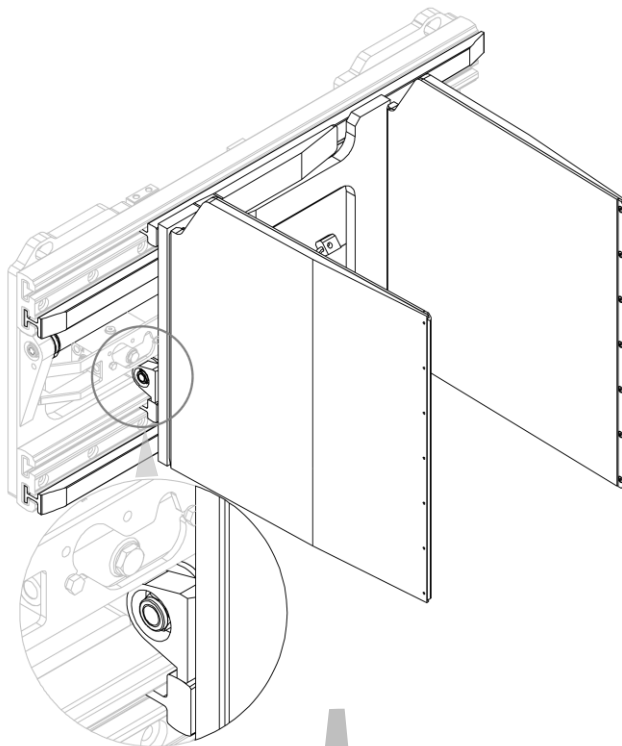
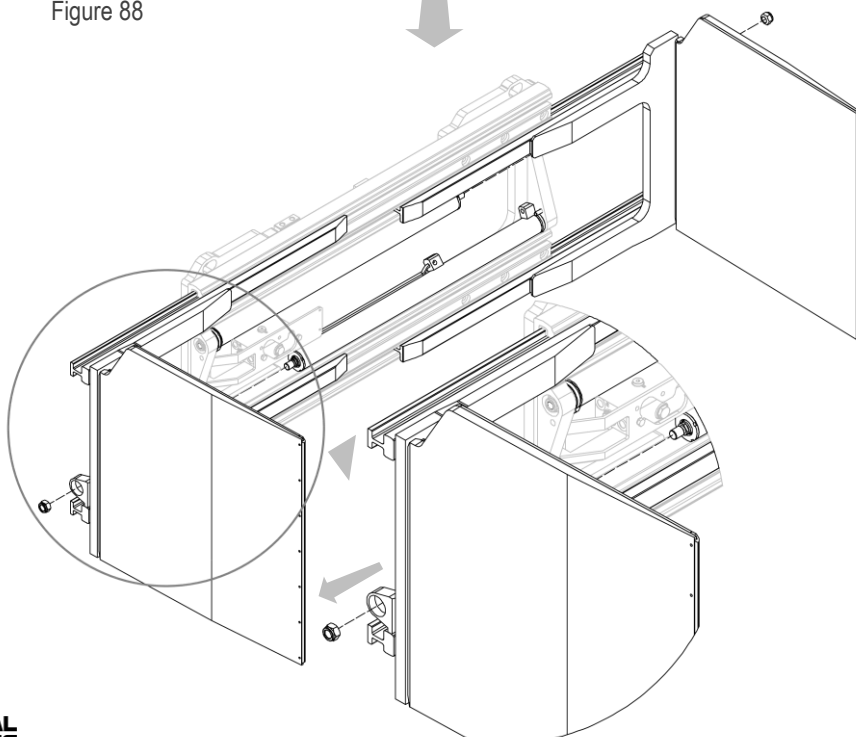

Figure 88
Figure 89
2. Retirer, une à la fois, les fourches de leur logement après avoir enlevé les écrous qui les fixent aux vérins (voir *Figure 88* et *Figure 89*)